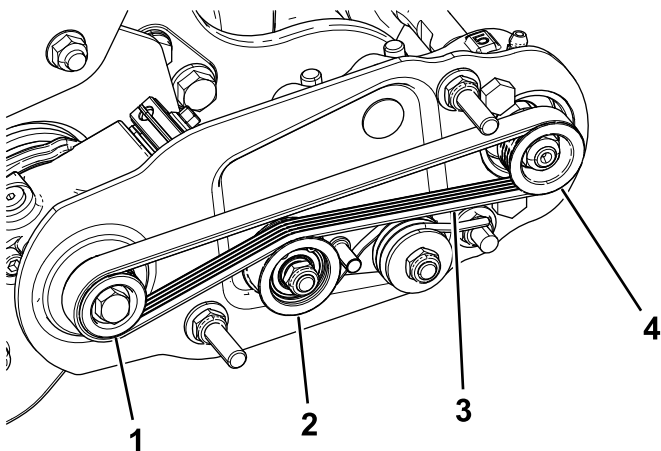

图 13
- 先缠绕**驱动**皮带轮周围的皮带然后再缠绕怠轮皮带轮顶部上方的皮带 图 13。